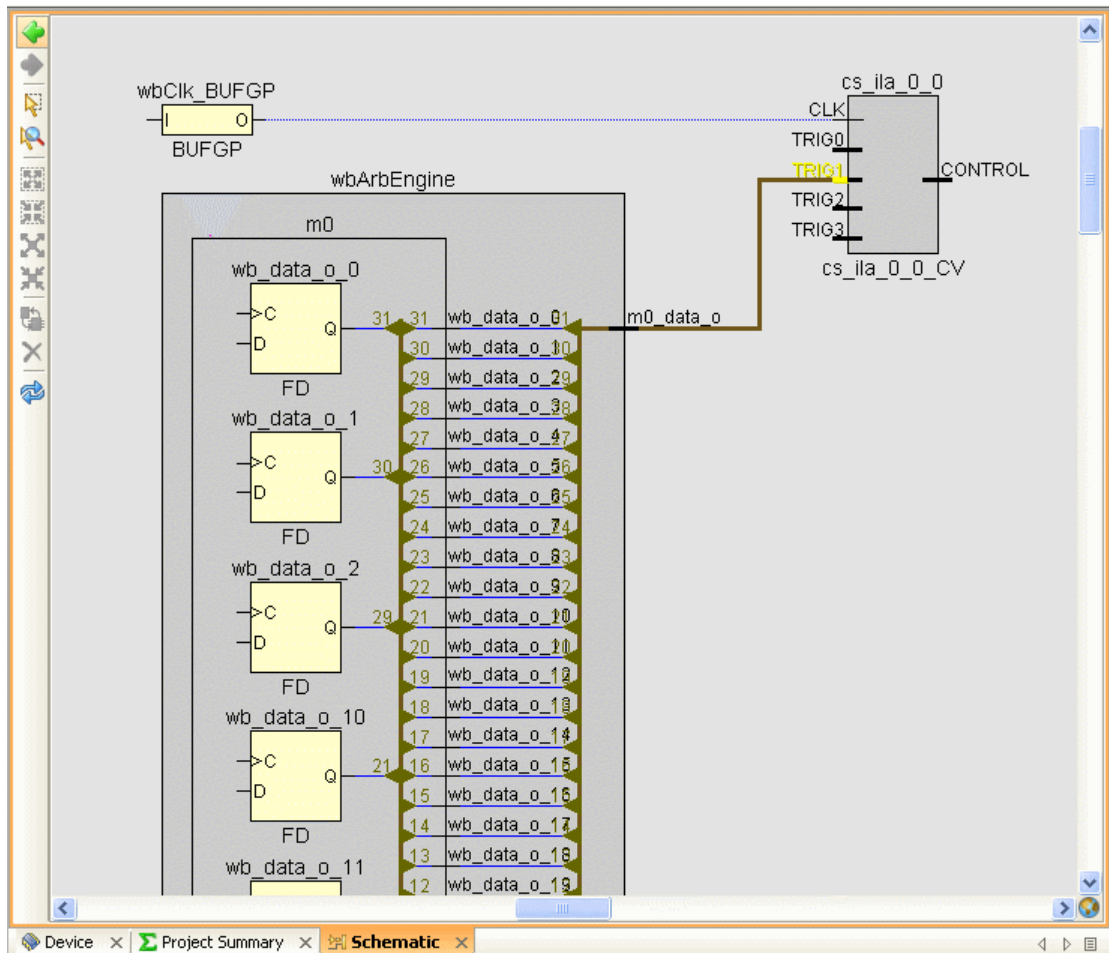

図 20 : PlanAhead で展開した TRIG1 ネットの回路図
**5-1-12.** 展開した cs\_ila\_0\_0 回路図を拡大します (図 20)。拡大するには、回路図の左上をクリックし、右下に向かってドラッグします。